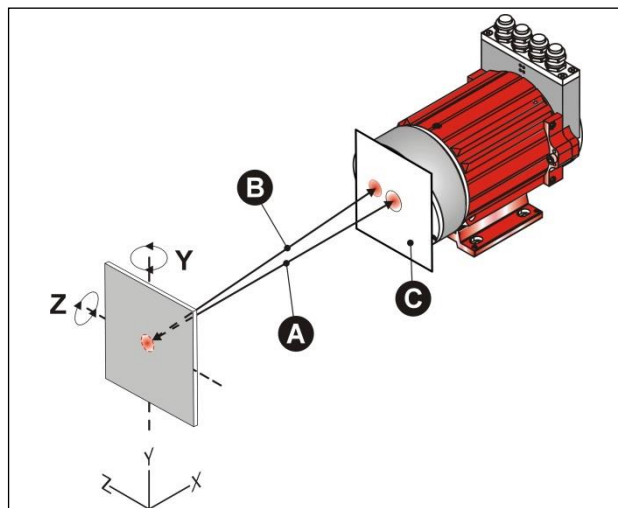

Abbildung 6: Ermittlung der Oberflächenreflektion
- **Abbildung 6: Ermittlung der Oberflächenreflektion:**
- Blatt-Papier (C) vor der Laseroptik so zentrieren, dass der Laserstrahl ungehindert durch ein ca. 2 cm großes Loch austreten kann. Das Störsignal (B) sollte jetzt auf dem Blatt-Papier (C) sichtbar werden. Zur besseren Auffindung des Störsignals (B) kann die Reflektorfolie auch etwas hin und her bewegt werden.